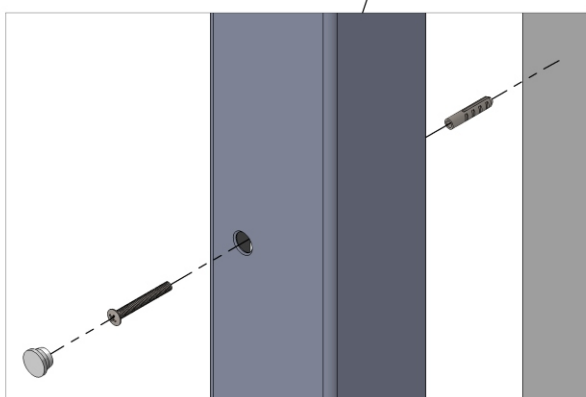

Figura 4: Fijación de las guías verticales a la pared
- Monte el conjunto de guías verticales, derecha e izquierda (3), atornillando a la pared a través de los taladros de la guía vertical, a través de los tornillos M6 con taco de plástico como en la figura 4 y 5, aplicando después la cubierta.